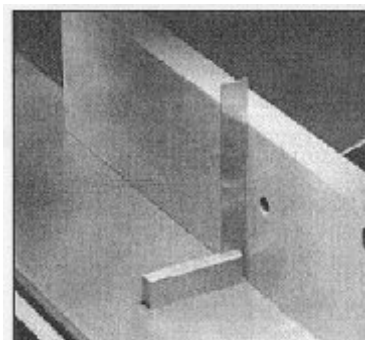

Рисунок 9. Используйте угольник для выравнивания линейки.
1. Поместите угольник на приемный стол как можно ближе к режущей головке. См. рисунок 9.